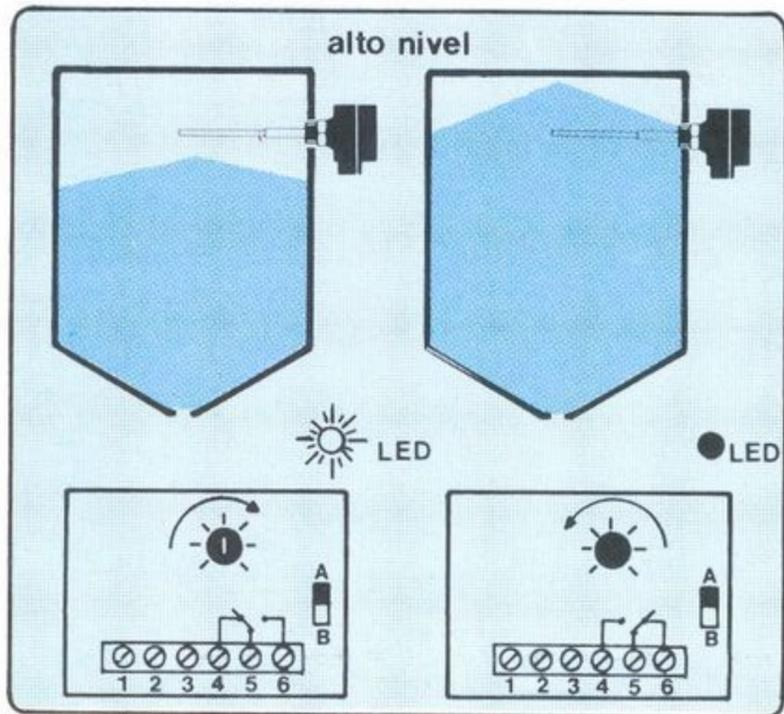

FIG.7
- Gírese 20° más en sentido contrario al de las manecillas del reloj para materiales con baja constante dieléctrica y 40° para materiales con alta constante dieléctrica. Ver Fig. 7.